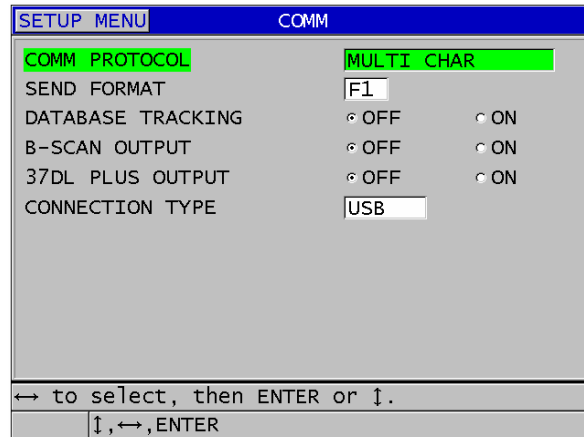

Abbildung 14-1 USB und Anschlussyp auswählen
6. Stellen Sie im Fenster **COMM** den Parameter **STECKER** auf **USB** ein (siehe Abbildung 14-1 auf Seite 279).